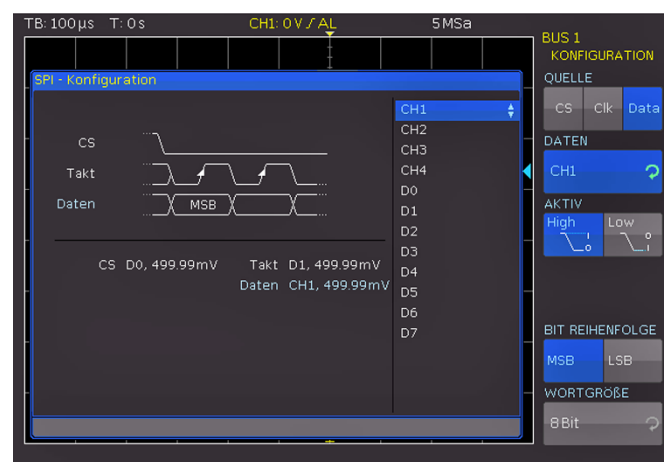

Abb. 12.13: Menü zum Definieren eines SPI Busses
Mit der obersten Softmenütaste QUELLE wird der jeweilige Kanal für Chip-Select (CS), Takt (Clk) und Daten ausgewählt. Die jeweilige Softmenütaste CS, Clk oder Daten wird angewählt (Taste blau hinterlegt) und danach mittels der Softmenü-taste DATEN und dem Universaldrehgeber im CURSOR/MENU Bedienbereich der entsprechende Quellkanal ausgewählt. Im Falle des 2-Draht SPI wählt man hier anstelle der Chip-Select-Quelle die mögliche TOTZEIT. Innerhalb der Totzeit sind Daten und Taktleitung auf Low. Wird die Totzeit erreicht, beginnt ein neuer Frame. Sind die zeitlichen Abstände der Datenpakete zueinander kürzer als die Totzeit, so gehören diese zum gleichen Frame. Die Totzeit kann entweder mit dem Universaldrehgeber im CURSOR/MENU Bedienbereich oder mittels numerischen Eingabe erfolgen (Taste KEYPAD). Zur Kontrolle ist ein kleines Fenster mit den Information zu den aktuellen Einstellungen geöffnet (siehe Abb. 12.13).